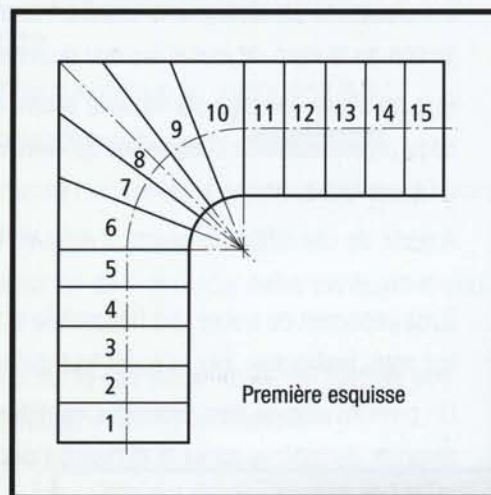

figure 5
**Exemple :**  $g = 62 - (2 \times 16,76) = 28,48$  cm arrondi à 28,5 ou 28 cm ; on reporte 16 fois (16 giron pour 17 marches) le giron sur la ligne de foulée ; la ligne de foulée est tracée au milieu de l'embranchement et à 50 cm de la ligne de jour si l'embranchement est supérieur à 1 m. cf. figure 5
cf. figure 5